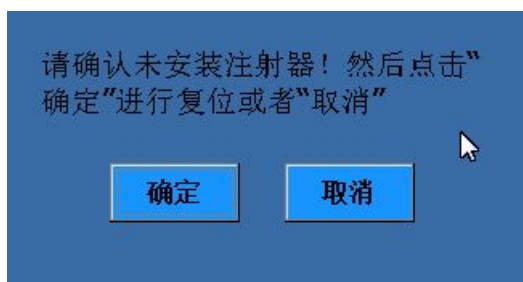

图2.1.2：开机-操作提醒
(2)、初始化成功，屏幕将出现如图 2.1.2 所示，此时必须确保注射泵未安装注射器（设备将运行至“零”位，以防压坏注射器），然后点击 **确定** 进入系统主界面（图 3.1.1）。